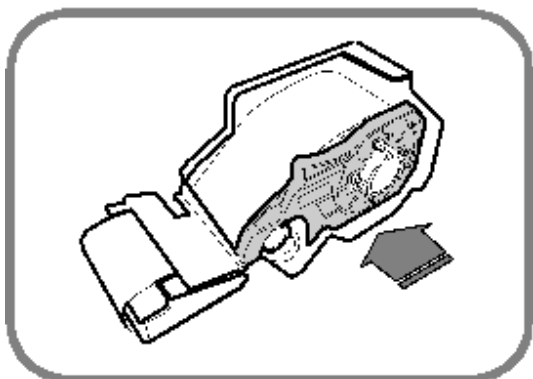

Рисунок 1.17 – Установка картриджа
8. Установите картридж внутри отсека принтера (см. рисунок 1.17).